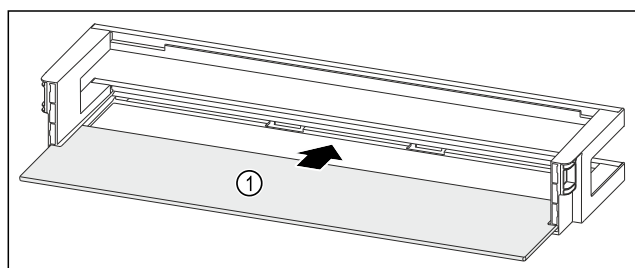

Fig. 230 Türabsteller mit Abstellfläche
- ▶ Abstellfläche Fig. 230 (1) in die seitlichen Aussparungen einschieben.